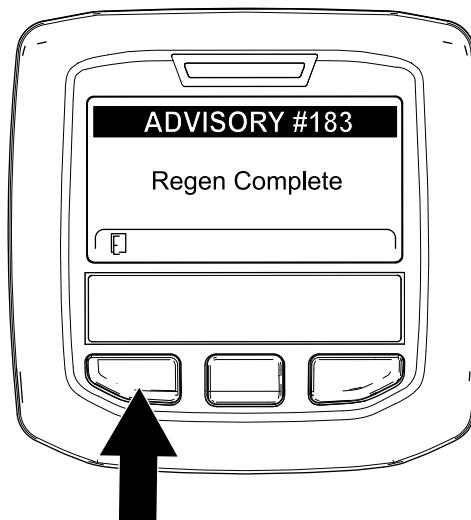

Figura 56
9. Cuando la computadora del motor finaliza una regeneración estacionaria o de recuperación, el InfoCenter muestra el Aviso Nº 183 (Figura 56). Pulse el botón izquierdo para salir de la pantalla de inicio.
**Nota:** Si la regeneración no se completa, el InfoCenter muestra el Aviso Nº 184 (Figura 56). Pulse el botón izquierdo para salir de la pantalla de inicio.